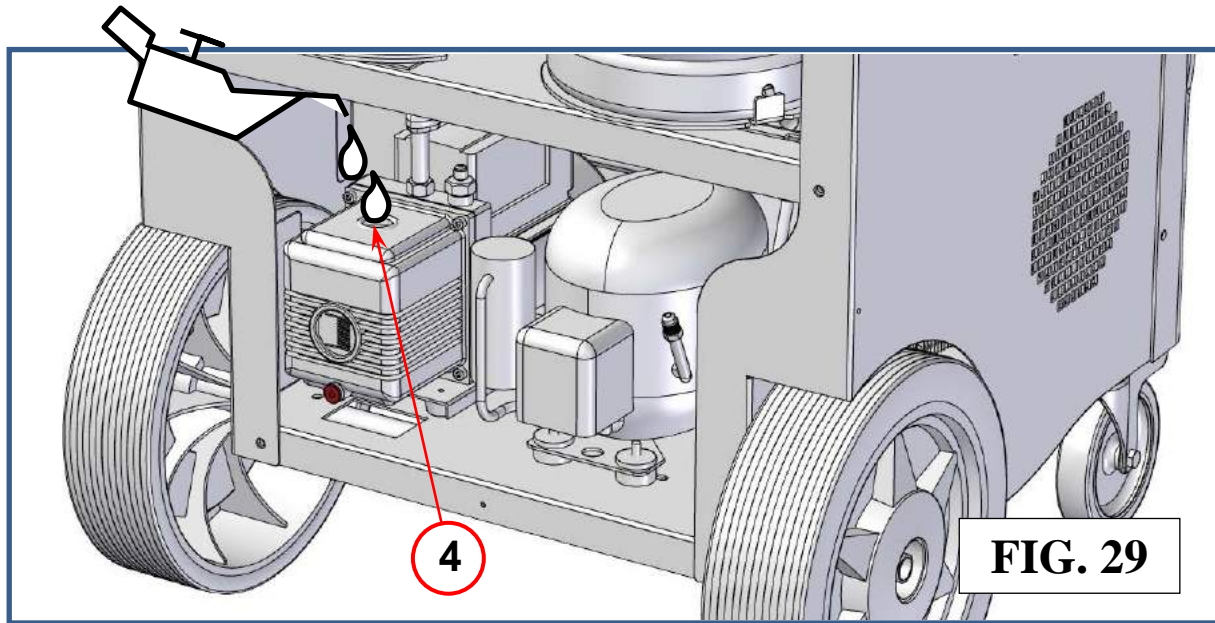

FIG. 29
El aceite debe añadirse con un embudo apropiado por el agujero en el que el tapón de llenado esté incrustado (ref 4, Fig.29).